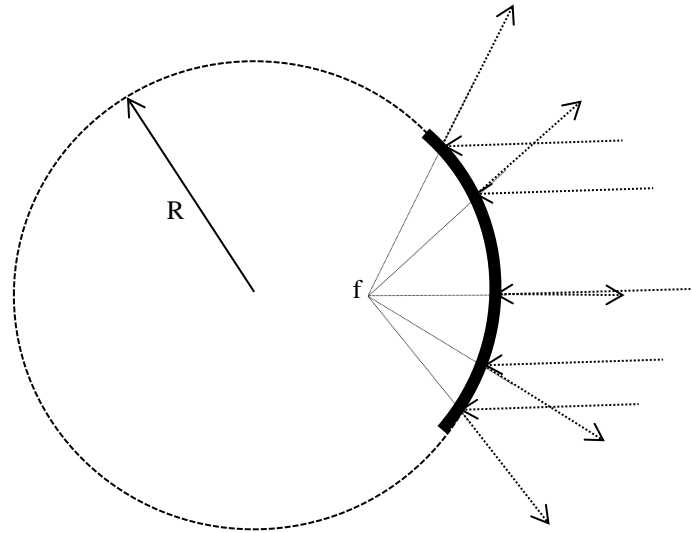

Figura 10.4
3. Marque con un lápiz, en el papel, los rayos incidentes y reflejados. Utilice una regla para continuar los rayos reflejados y determine el punto focal del espejo, punto donde se cruzan los 5 rayos, figura 10.4.